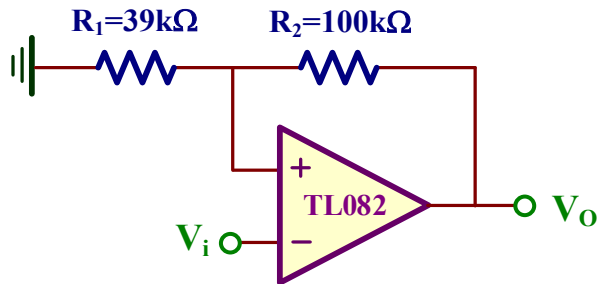
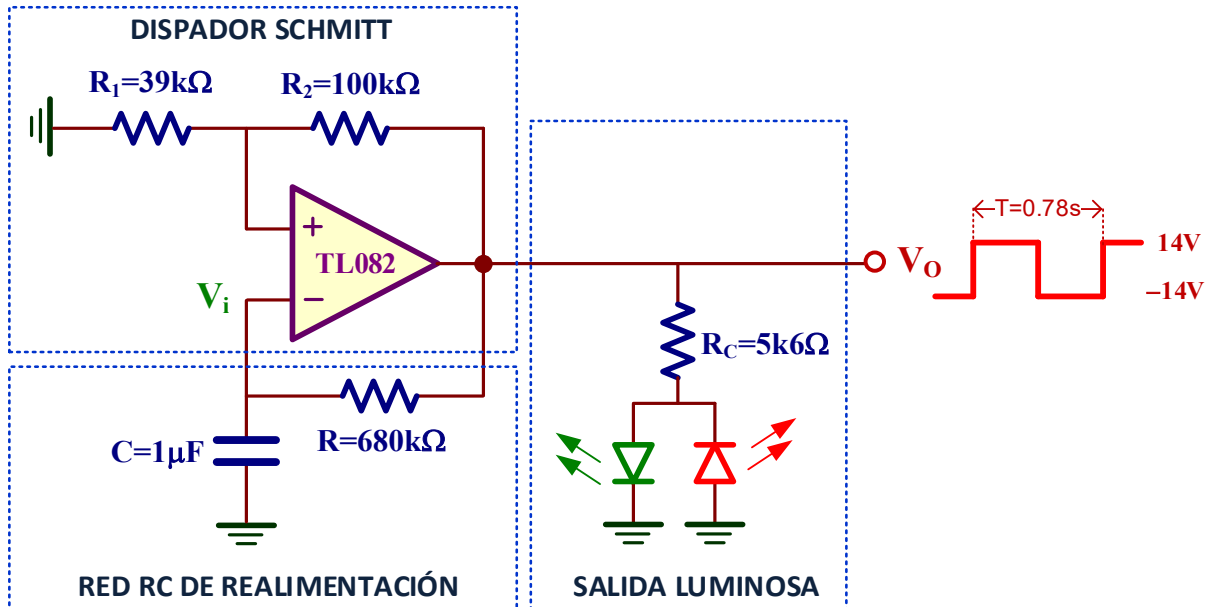

Figura VII.7. Disparador Schmitt inversor.
Figura VII.8. Multivibrador astable con salida luminosa intermitente.
- F)** Montar el disparador Schmitt inversor de la figura VII.7 y obtener su VTC. Identificar experimentalmente los valores de las tensiones V_{TH} , V_{TL} , V_{OL} y V_{OH} .
Análisis teórico. El circuito de la figura VII.7 es un disparador Schmitt inversor ya que la señal de entrada V_i está conectada a la entrada (-) del OA.
- G) Montar el circuito astable de la figura VII.8 que está basado en el disparador Schmitt de la figura VII.7.